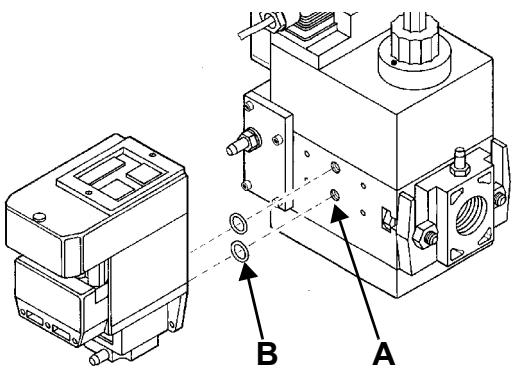

Рис. 9
- 2). снять крепежные винты группы Multibloc (Рис. 9-A)
3). вставить уплотнительные кольца (10,5x2,25) в VPS 504 (Рис. 10-В, Рис. 9-В)
4). закрутить 4 винта блока контроля герметичности (M4x16) Рис. 9-С.